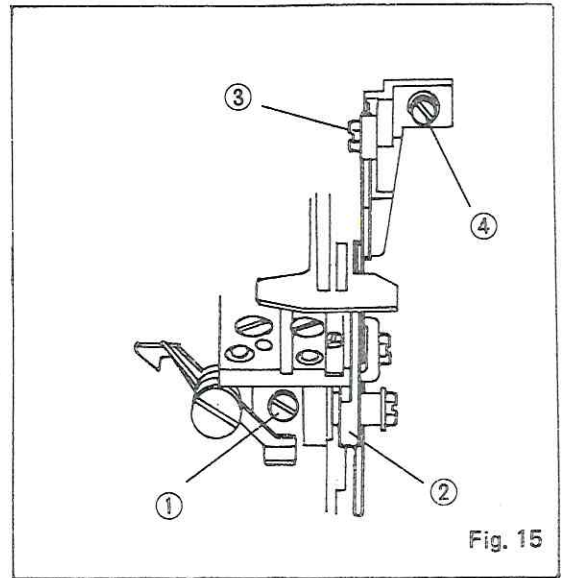

Fig. 15
- Desserrer la vis ① et pousser le support du couteau inférieur ② vers la gauche et serrer légèrement la vis ①.
- Retirer la vis ④ et remplacer le couteau inférieur.
- Serrer légèrement la vis ④ pour fixer le nouveau couteau.
- Desserer la vis ① pour retourner le support couteau à sa nouvelle position puis essayer la coupe des couteaux.
(3) Seam Width Adjustment Fig. 15
- Loosen Screw ① and push the Lower knife Holder to the left then slightly tighten Screw ① .
- Loosen Screw ④ and push the Upper Knife clamp to left or right until the desired seam width is obtained then tighten Screw ④ .
- Loosen Screw ④ for returning the Lower Knife Holder to the new position. Then test the cutting of knives.
Ajuste del ancho de costura. Fig. 15
Reglage de la largeur du surjet Fig. 15